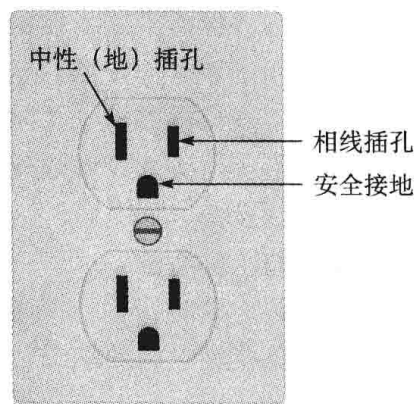

图 1-11 标准插座及其连接
大多数实验室设备连接到市电线路（“ac”），在北美地区是 120Vrms^②。故障的设备可能会引起“发热”致使电线不慎暴露，因此，应检查外露的电线和未封闭的设备或其他潜在的安全问题。家庭和电气实验室使用的单相市电线路使用三条绝缘的导线，分别标记为“相线”（黑色或红色线）、中性线（白线）和安全接地线（绿线）。相线和中性线中流过电流，而正常工作时绿色安全线应永远不会有电流。安全接地线连接到设备的金属外壳，并连接到房屋插座金属盒和管道上。图 1-11 指出了—个标准插座上这些导体的位置。注意，插座上的中性线插孔比相线插孔大。